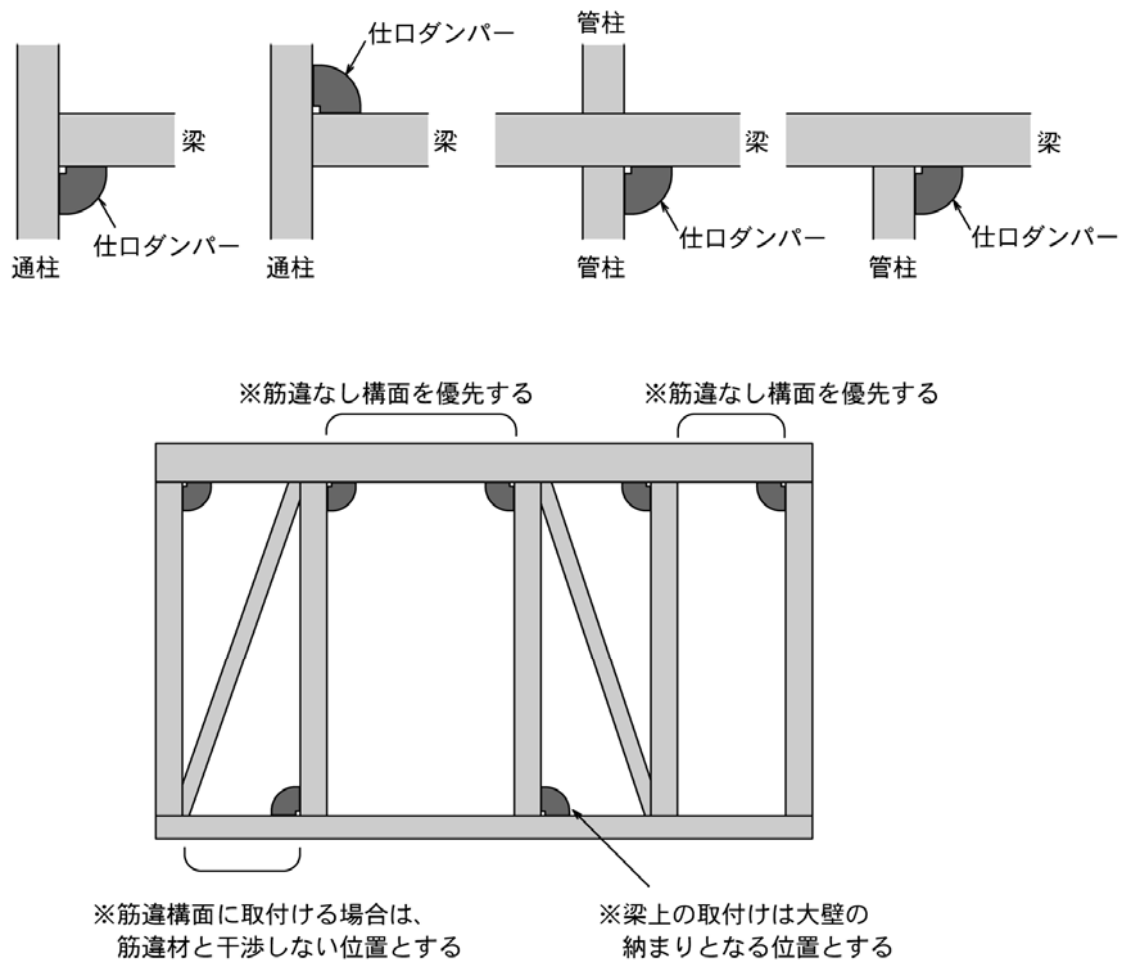

図 3.1 仕ロダンパーの取り付け位置の選定
- ・ **(ダンパーの動きを妨げない位置)** 仕ロダンパーは、地震時に鋼板が相互に動くため、ダンパーの周囲にその動きを妨げないクリアランスを取る必要がある。天井裏に取り付ける場合も必要に応じて天井を切り欠くなど、地震時に仕ロダンパーが有効に動く措置を施す。また、図 3.1 に示す例のように、大壁の納まりとなる壁内のデッドスペースに取り付けることも有効である。